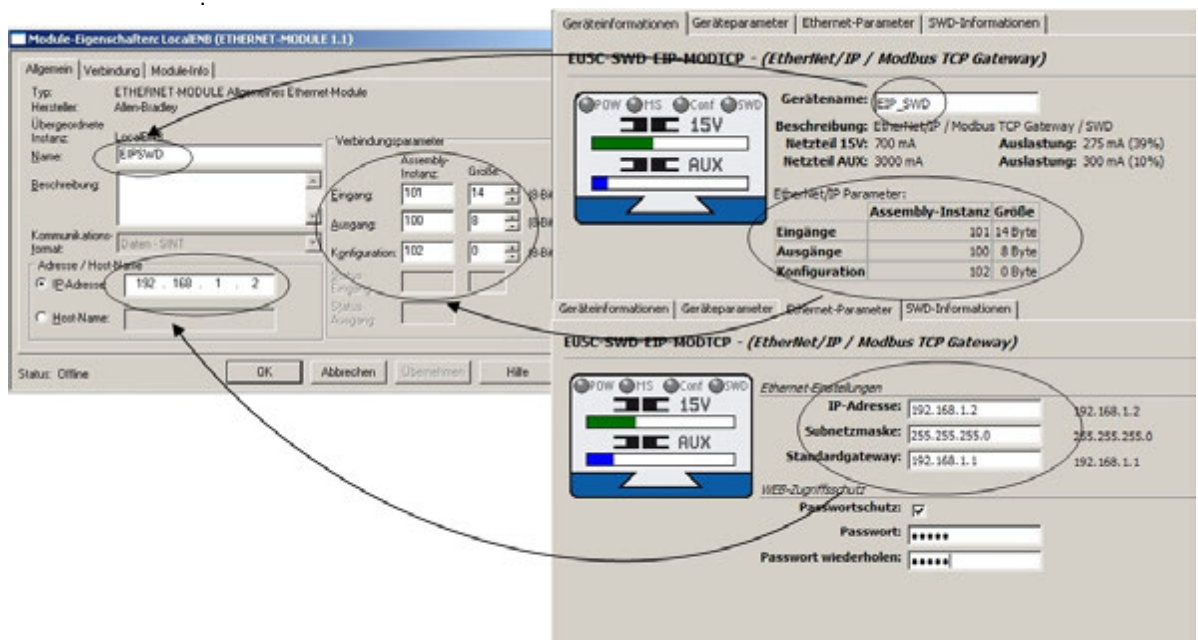

Abbildung 28: Übertragen der Gateway-Parameter von der Planungssoftware SWD-Assist in die SPS-Programmierungsumgebung RSLogix 5000 V19.01.00
In der folgenden Dialogbox „Module Eigenschaften...“ → Abbildung 28 werden wesentliche Eigenschaften für die erfolgreiche Kommunikation zwischen Steuerung und Gateway eingetragen. Dies sind zum einen Informationen zu den Ethernet-Verbindungsparametern wie beispielsweise die IP-Adresse und Angaben über Typ und Umfang der Ein-/Ausgangsdaten.
- Übertragen Sie händisch die Angaben für den Datenumfang der Eingänge, Ausgänge und Konfigurationsdaten in die entsprechenden Felder des Parameterdialogs der SPS-Programmierungsumgebung RSLogix 5000 → Abbildung 28.